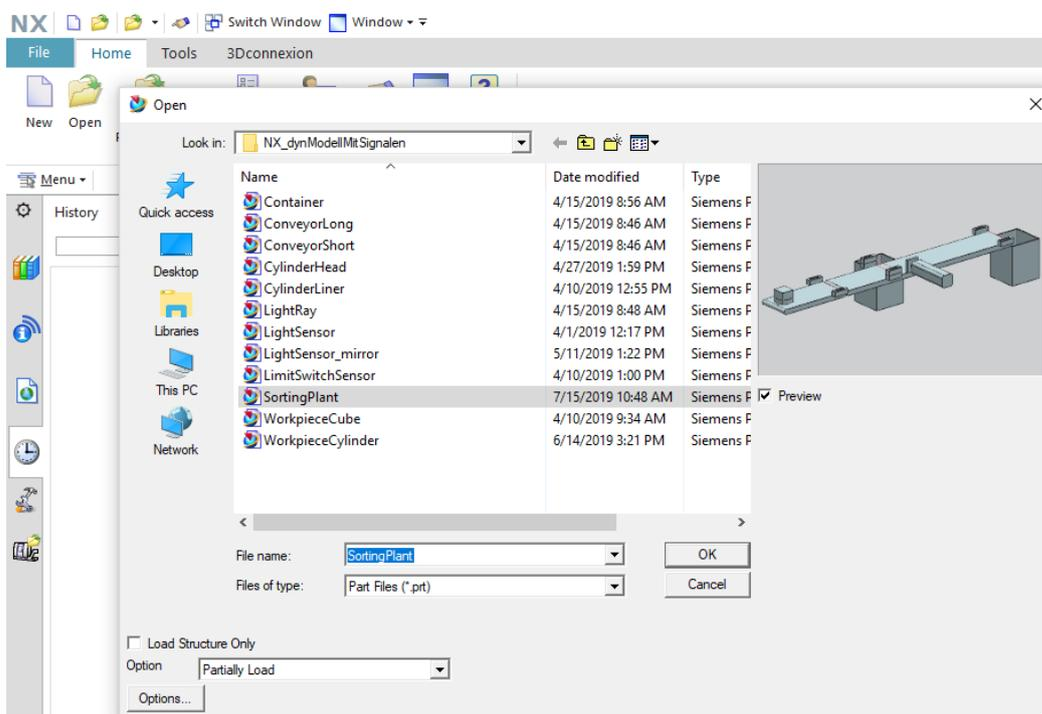

图 16: 打开数字双胞胎“SortingPlant”
- 屏幕中将显示 Mechatronics Concept Designer 的主菜单。打开 MCD 项目“SortingPlant”。单击 Mechatronics Concept Designer 菜单栏中的“打开”图标。界面中出现选择窗口，如图 16 所示，通过该窗口可以导航到未打包的归档文件的路径。从显示的部件文件 (\*.prt) 中选择文件“SortingPlant”。在选项中确保仅“部分加载”文件，以便只加载数字双胞胎的相关数据。点击“确定”按钮完成过程。（→ 打开  → 选择解压存档的路径 → 选择 SortingPlant.prt → 选项：部分加载 → “确定”）